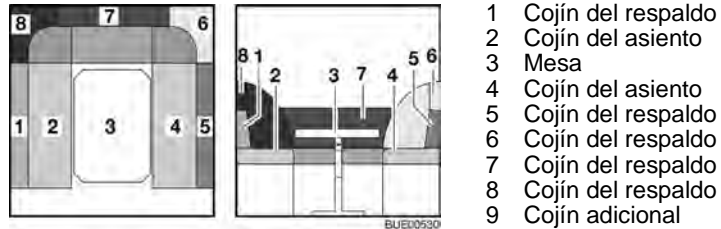

Fig. 86 Antes de la transformación
- Transformar la mesa (Fig. 86,3) en base de cama (véase apartado 6.11).